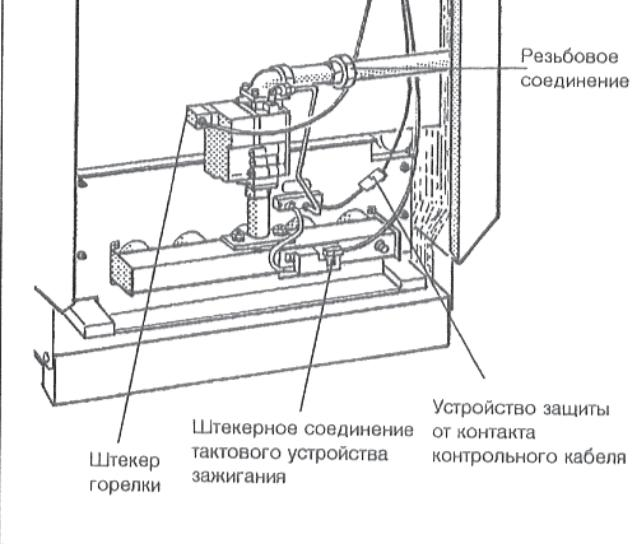

Рис. 29: Газовая горелка с арматурой "ВМ" 762-012
- Отсоединить резьбовой соединение газовой горелки от подводящей линии (Рис. 29).
- Ослабить винт на штекере горелки и вынуть штекеры горелки (Рис. 29).
- Отключить штекерное соединения на тактовом устройстве зажигания (Рис. 29).
- Снять защиту от контакта на контрольном кабеле (Рис. 29) и отключить штекерное соединение.